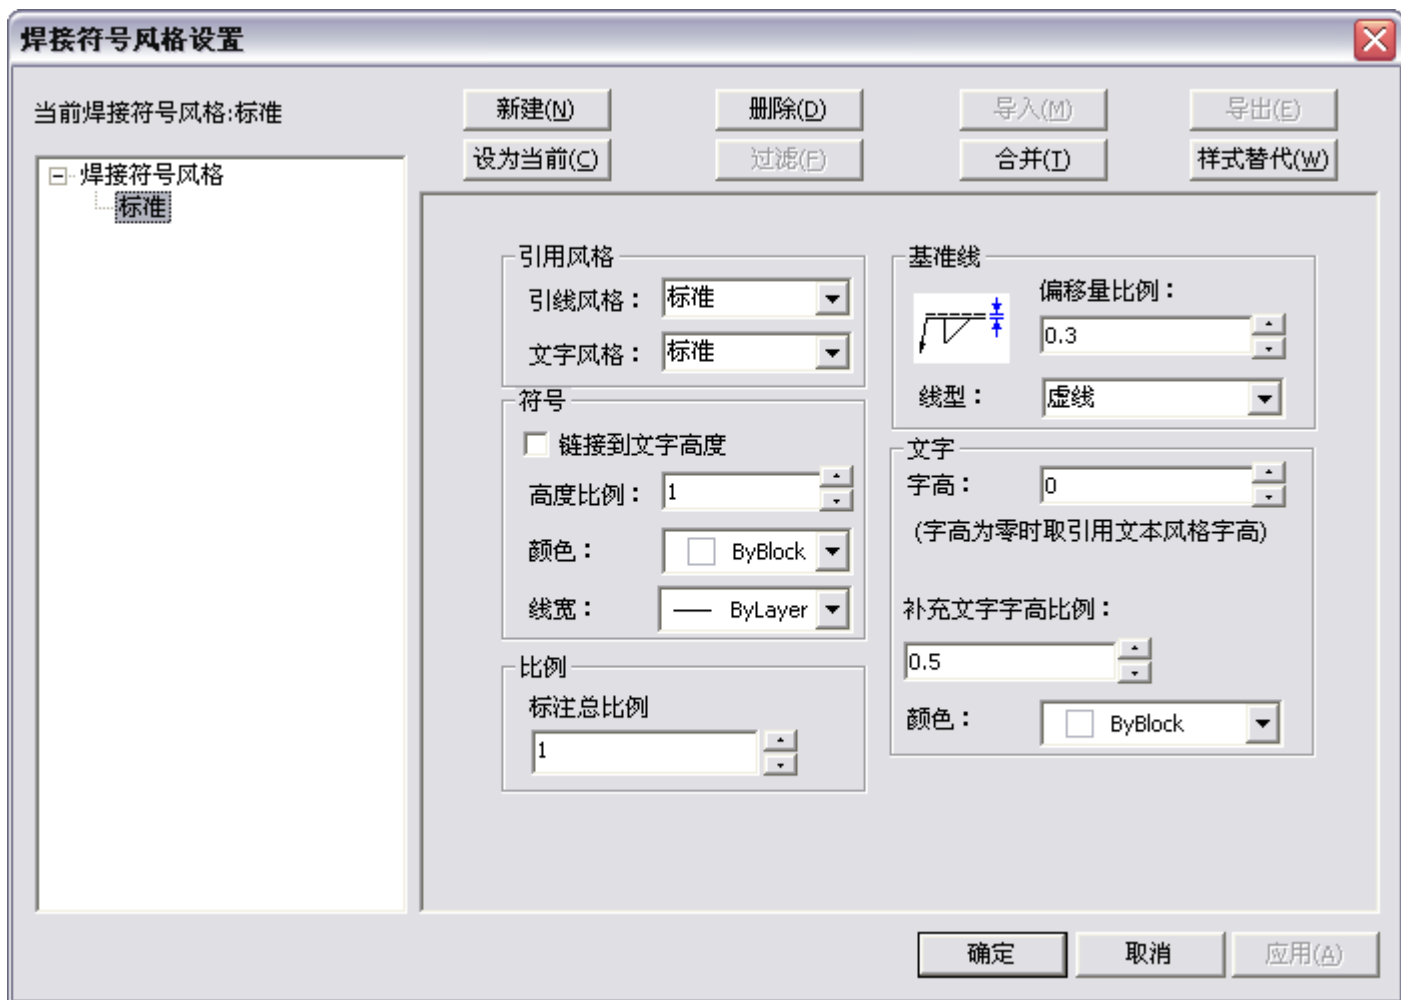

图 3-104 焊接符号风格设置
- 调用【焊接符号风格】功能后，对话框如图 3-104 所示。